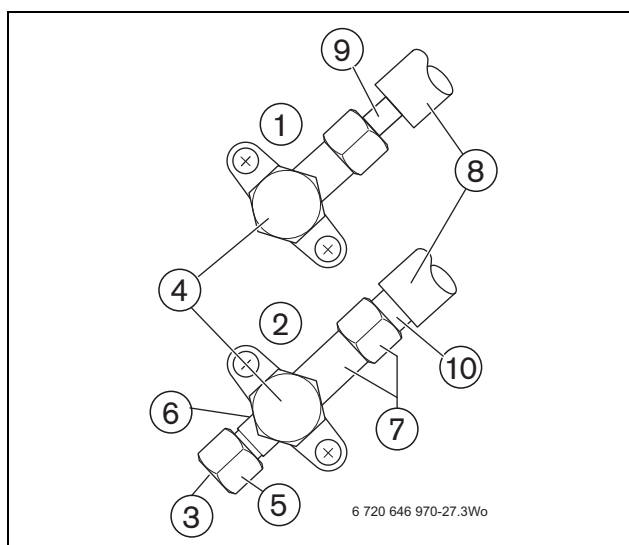

Bild 33 Absperrventile Kältemittelkreislauf
- ▶ Am Schraderventil (→ Bild 33, [3]) eine Hochleistungs-Vakuumpumpe anschließen.